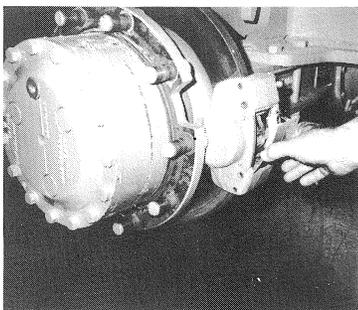

fig. 54
- (4) Enlever la goupille d'arrêt (fig. 54) et chasser la goupille de fixation inférieure à l'aide d'un poinçon.